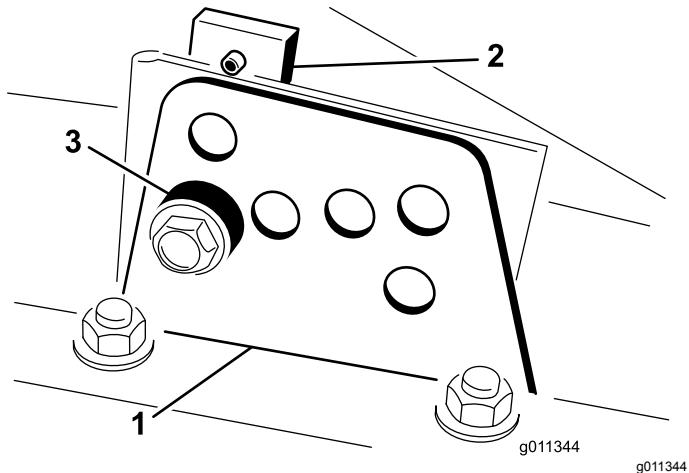

図 19
2. 図19のように、各刈り高ブラケットを刈り高プレート前と右と左に固定しているボルトをゆるめる。
4. チェンバを支えておきながらスペーサを取り外す図19。